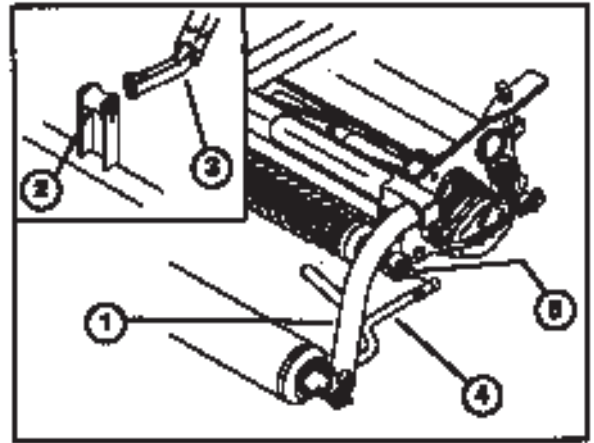

Bild 5
2. Bringen Sie an jedem Ende der vorderen Walze der Schneidwerke jeweils eine Scheibe und einen Kugelbolzen an (Bild 5).
3. Schieben Sie das Schneidwerk unter das Zuggestell, während Sie die Hubwalze am Hubarm einhaken (Bild 5).